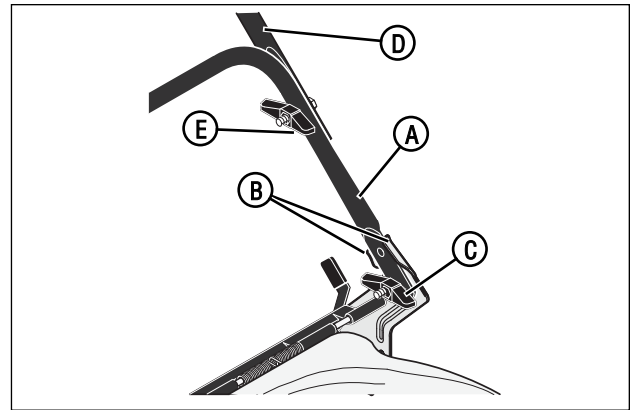

Figura 1: Desdoblado del asidero
3. Para todos los modelos excepto los modelos de ruedas altas (hi-wheel), eleve el asidero inferior (**A, Figura 1**). Verifique que el asidero inferior está entre las lengüetas de sujeción (**B**). Apriete las tuercas de oreja inferiores (**C**).
4. Coloque el asidero superior (**D, Figura 1**) en la posición de operación (posición vertical). Apriete las tuercas de oreja superiores (**E**).